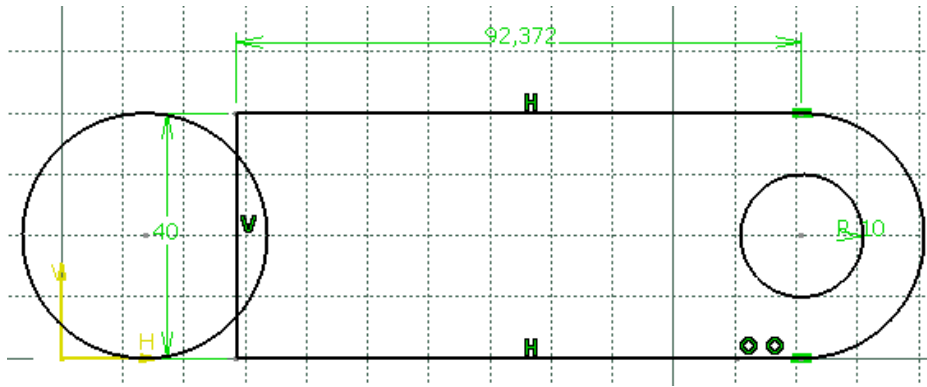

Рис. 107
- 3) Натиснути в області геометрії і перетягнути курсор, щоб створити коло. Коли курсор **SmartPick** перетинає уявну горизонтальну лінію, яка пройде через точку, **SmartPick** виконає прив'язку для того, щоб залишатися горизонтальним щодо цієї точки. В даному випадку обмеження не буде створено. Створена окружність, як показано на малюнку (Рис. 107).